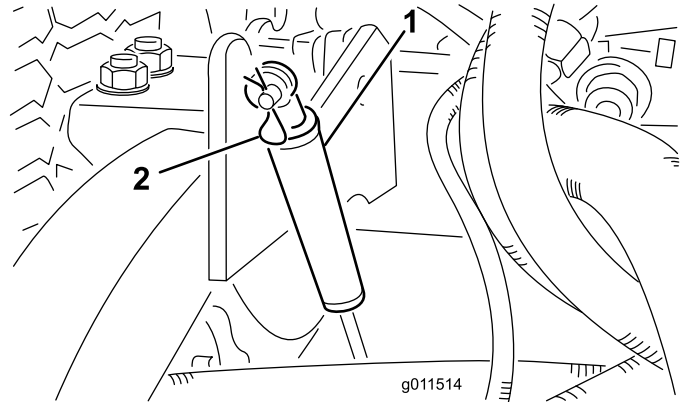

Figura 77
2. Togliete la coppiglia che fissa gli ammortizzatori ai bracci di sollevamento (Figura 77). Girate l'ammortizzatore verso la scocca.